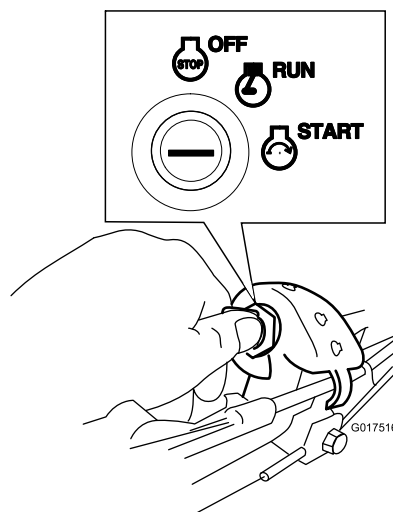

Figura 19
- **Llave de contacto:** Gire la llave de contacto a la posición de Arranque y manténgala en esa posición (Figura 19); cuando el motor arranque, suelte la llave.
1. Gire la llave de contacto a la posición de Marcha (Figura 19).